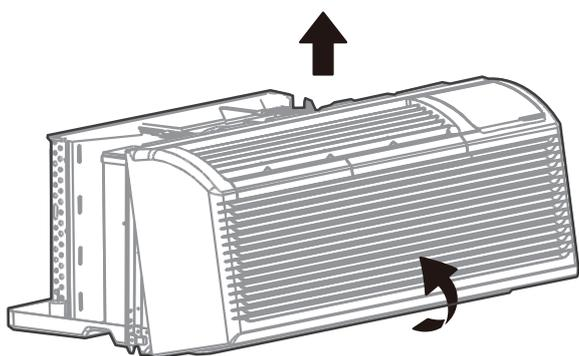

Fig. 2
- Les commandes des interrupteurs DIP sont situées derrière le panneau avant, à travers une ouverture située sous le panneau de commande. Voir Fig. 2